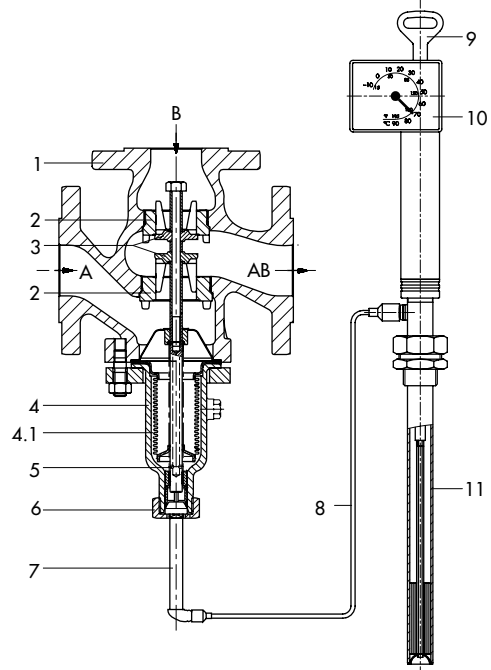

Bild 3 · Temperaturregler Typ 9 bestehend aus Regelthermostat Typ 2231, Dreiwegeventil Typ 2119 (NPS 2) mit Kegelanordnung I, Pfeilrichtungen für Mischbetrieb
Bei Mischventilen (nach Bild 3 mit Kegelanordnung I) werden die zu mischenden Medien bei A und B zugeführt. Der Gesamtstrom fließt bei AB ab. Der Durchfluss von A oder B nach AB ist von der freigegebenen Fläche zwischen den Sitzen (2) und den Kegeln (3) und damit von der Stellung der Kegelstange (5) abhängig. Bei steigender Temperatur wird Anschluss A geöffnet und Anschluss B geschlossen.